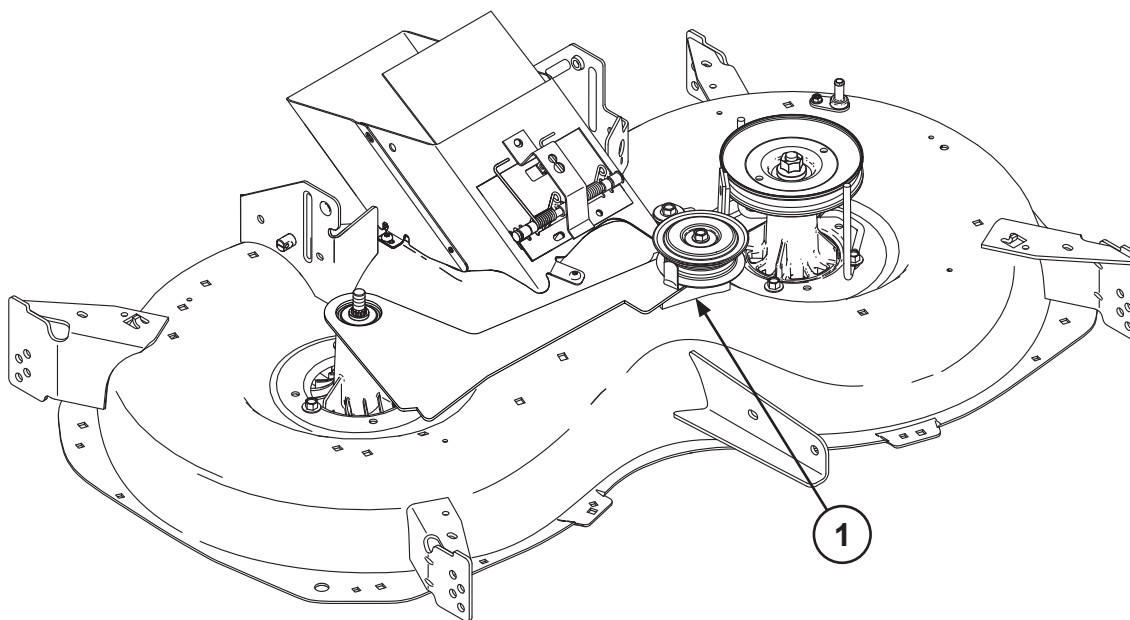

Fig. 3
- (RU) 5. Закрепите шаблон болтом на кронштейне неподвижного направляющего шкива (1) (рис. 3).
- (RO) 5. Fixați cu un șurub șablonul pe consola fuliei de mers în gol staționară (1) (Fig. 3).